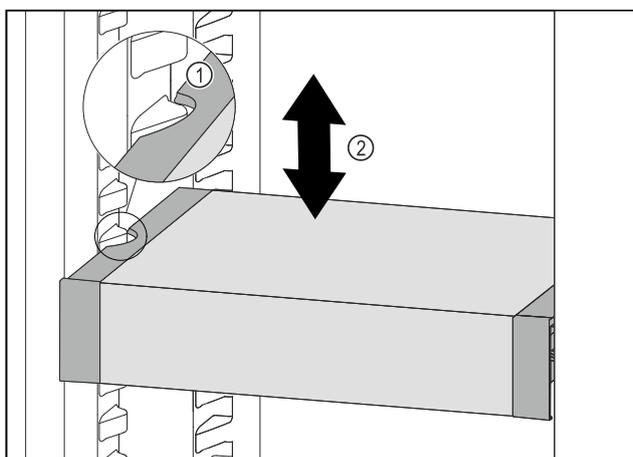

Fig. 77
- ▶ VarioSafe w chłodziarce przesunąć w górę lub w dół, aż zostanie osiągnięta żądana wysokość. Fig. 77 (2)